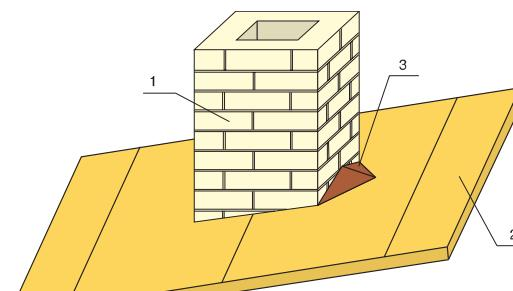

Рис.16 Устройство разжелобка
5.9.1. До монтажа кровельного покрытия вокруг кирпичной трубы, на скате кровли со стороны конька, за трубой следует устраивать разжелобок (рис. 16), который направляет сток воды в две стороны от трубы.